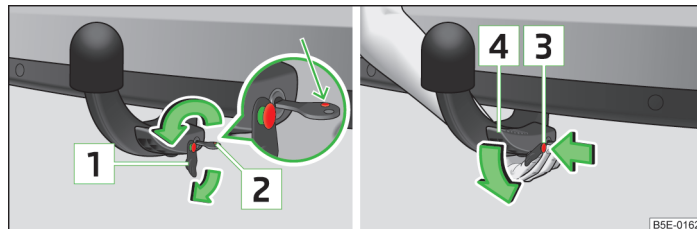

Fig. 141 Desbloquear la palanca de mando de la barra de cabeza esférica y soltarla
- Retirar la tapa **1** » fig. 141 del cierre de la barra de cabeza esférica en el sentido de la flecha.